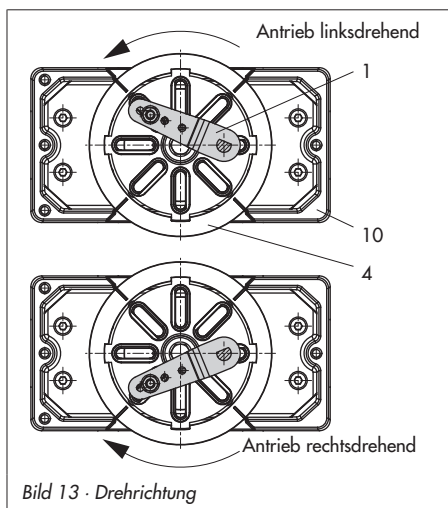

Bild 13 · Drehrichtung
4. Kupplung (4) auf die geschlitzte Antriebswelle bzw. den Adapter (3) aufstecken und mit Schraube (4.1) und Tellerfeder (4.2) festschrauben.
5. Am Hebel M (1) des Stellsreglers den Standard-Abtaststift (2) herausschrauben. Den Abtaststift ( $\varnothing 5$ ) aus dem Anbausatz an Stiftposition 90° verschrauben.
6. Ggf. Manometerhalter (7) mit Manometern oder bei erforderlichen Anschlussgewinde G  $\frac{1}{4}$  die Anschlussplatte (6) montieren, auf richtigen Sitz der beiden Dichtringe (6.1) achten. Bei doppelt wirkenden federlosen Schwenkantrieben wird ein Umkehrverstärker für den Anbau am Antrieb benötigt, vgl. dazu Kapitel 4.6.
8. Stellsregler auf das Gehäuse (10) setzen und festschrauben. Dabei den Hebel (1) so ausrichten, dass er unter Berücksichtigung der Drehrichtung des Antriebs mit seinem Abtaststift in den entsprechenden Schlitz eingreift (Bild 13).